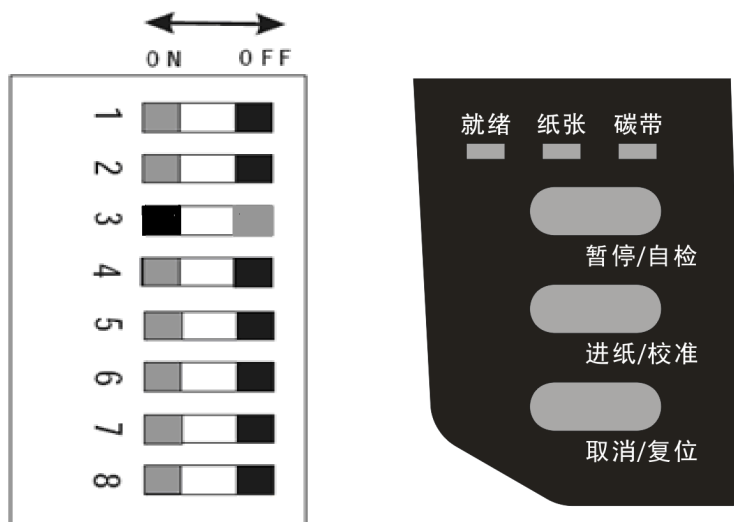

图 6-5
1. 将打印机后面 DIP 开关 3 拨到 ON 状态。（图 6-5）